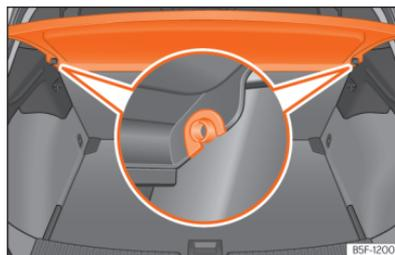

Fig. 178 Na bagageira: desmontar e montar a chapeleira.
- Desencaixe a chapeleira dos suportes laterais »» **Fig. 178** puxando-a para cima e retire-a.
- Introduza a chapeleira horizontalmente fazendo coincidir a «fechadura» sobre o eixo dos suportes »» **Fig. 178**, e pressione para baixo até que encaixe.